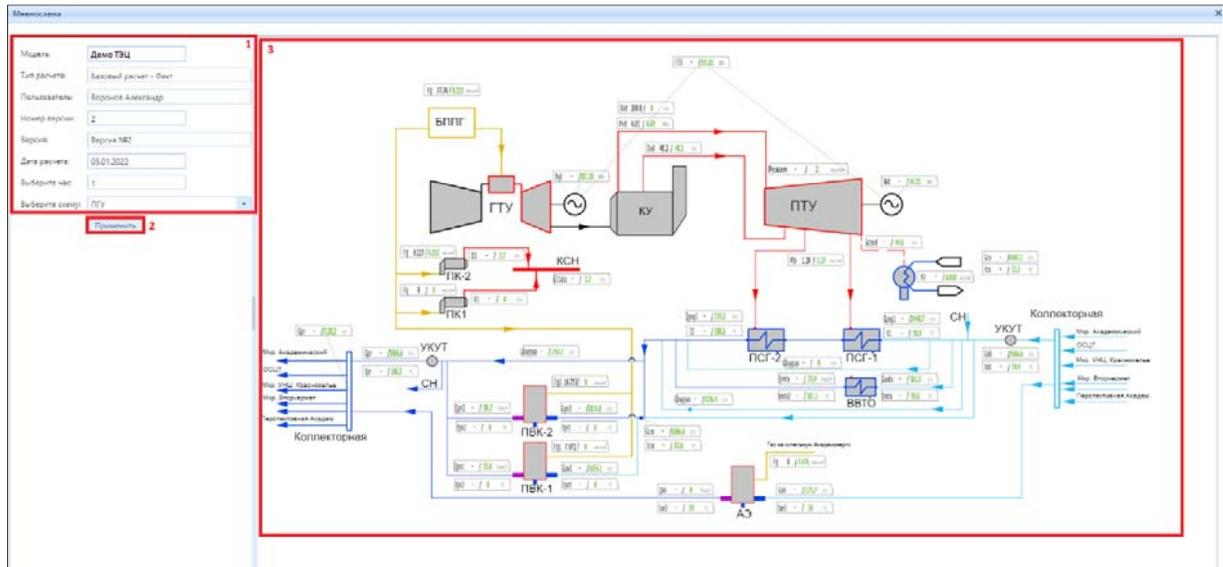

Рисунок 4.7.3 – Визуализация функциональности «Мнемосхема»
- 17.– функциональность «Мнемосхема» позволяет визуализировать рассчитанные значения параметров на тепловой схеме ТЭЦ, как это показано на рис. 4.7.3. Для отображения мнемосхемы необходимо указать данные отчета (1) (рис. 4.7.3) и нажать кнопку (2) «Применить» (рис. 4.7.3), затем отобразится мнемосхема с рассчитанными параметрами за выбранный час (3) (рис. 4.7.3). Подробная инструкция по использованию функциональности «Мнемосхемы» будет рассмотрена далее;